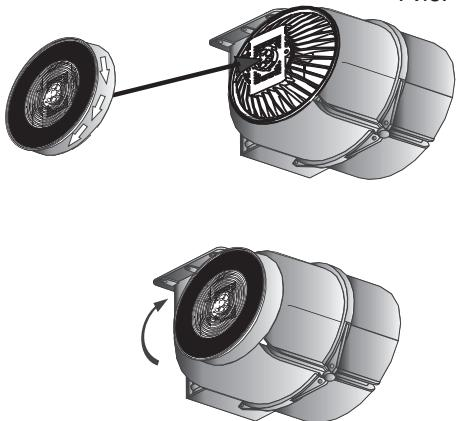
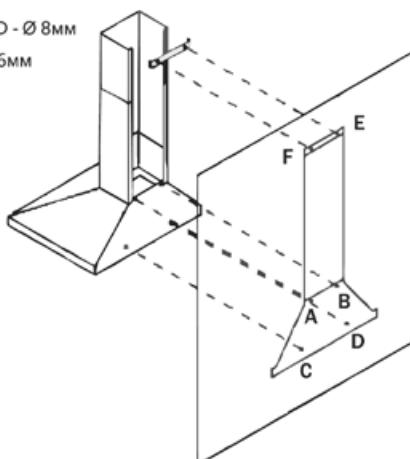

Рис. 9
Рис. 13
Они устанавливаются на защитные решетки короба мотора путем легкого поджатия и поворота их по часовой стрелке. Для снятия угольного фильтра, его следует слегка поджать и повернуть против часовой стрелки (рис. 9).
6. Если Ваша вытяжка будет работать в режиме рециркуляции, на короб мотора необходимо установить угольные фильтры (в комплект поставки не входят) (рис. 9). При этом режиме установка воздуховода на вытяжку не требуется. Рис. 13
8. Поместите внутренний декоративный короб в наружный (для модели Bella 3Р). Установите наружный короб на корпус вытяжки и закрепите его винтами. Внутренний короб поднимите вверх до совмещения узлов крепления короба и планки и соедините их винтами (рис. 13).